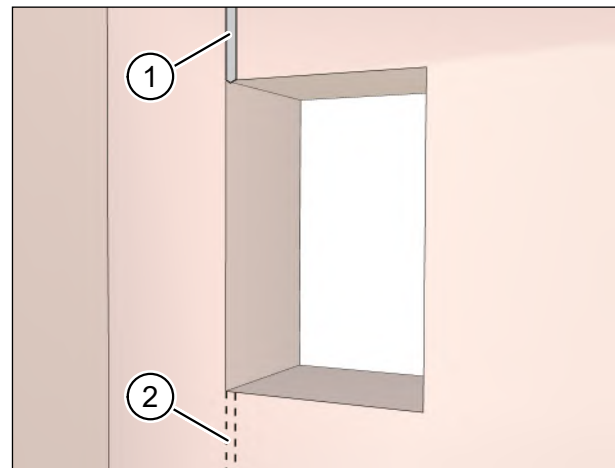

Abb. 15: Mauernuten für Anschlusskabel fräsen
- ▶ Fräsen Sie einen Kabelkanal für das Netz- und Steuerkabel (Pos. 1 in Abb. 15).
Die Mauernut in Abb. 15 ist beispielhaft. Eine alternative Mauernut ist gestrichelt dargestellt (Pos. 2 in Abb. 15). Für die spätere Elektroinstallation empfiehlt es sich, das Netz- und Steuerkabel von links an den Mauerdurchbruch heranzuführen.